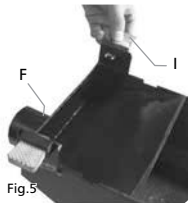

Fig.5
- Desde ambos lados del colector de residuos, extraiga los pasadores (Fig. 5-I).